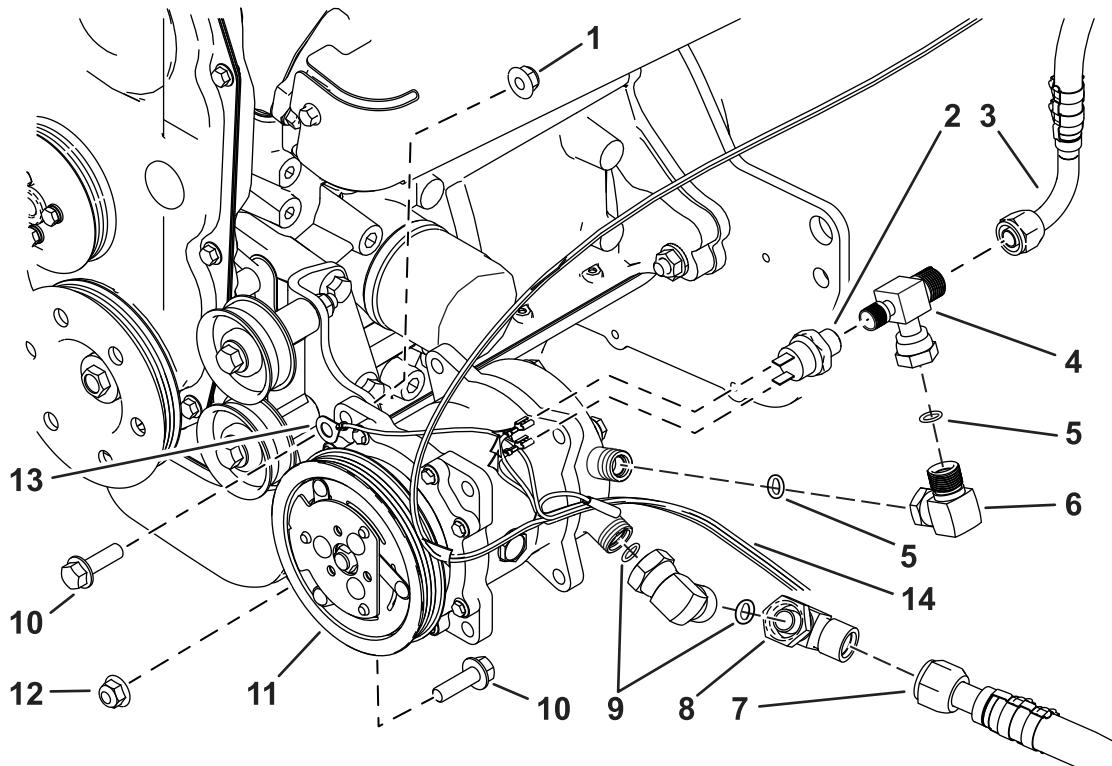

Figure 34
4. Installez les raccords sur le compresseur à la main ; voir la Figure 33 et la Figure 34.
5. Mettez les raccords en place et marquez leur emplacement (Figure 33 et Figure 34).
7. Installez les raccords sur le compresseur et serrez (Figure 33 et Figure 34).
8. Montez les raccords, les joints toriques et les raccords coudés sur le compresseur, comme montré à la Figure 34.